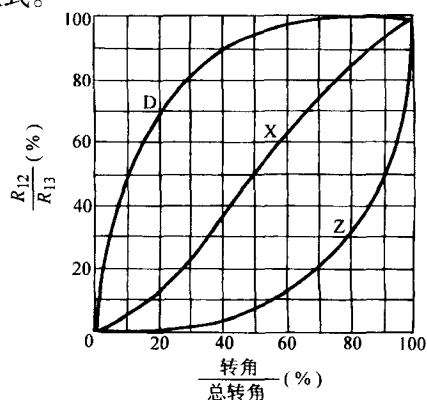

图 1-6 阻值变化与转角关系曲线
(1) 阻值变化的形式 指电位器阻值随转轴的旋转角度而变化的关系,如图 1-6 所示。变化规律有三种不同的形式,即直线式、指数式和对数式。
1) 直线式 (X) 电位器 其阻值随旋转角度变化曲线为直线关系如图 1-6 中 X 曲线所示。这种电位器的旋转角度大小和阻值变化基本上成正比,可认为是均匀变化的。它适于作分压、偏流的调整等。
2) 指数式 (Z) 电位器 其阻值随旋转角度变化曲线为指数关系如图 1-6 中 Z 曲线所示。其阻值变化一开始比较缓慢,以后随转角的加大阻值变化逐渐加快。这种电位器适于作音量控制。
3) 对数式 (D) 电位器 其阻值随旋转角度变化曲线为对数关系如图 1-6 中的 D 曲线所示。其阻值变化开始时较大,以后变化逐渐减慢。这种电位器